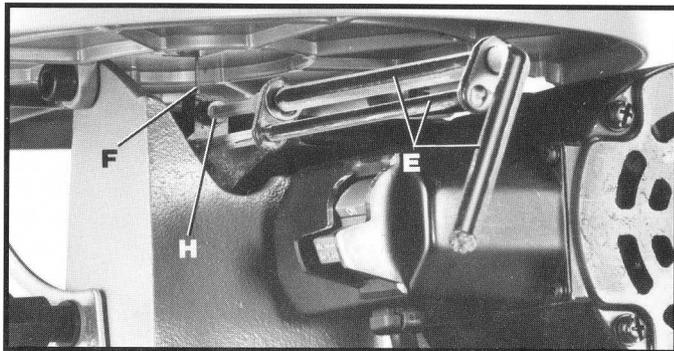

Fig. 14
7. Tournez la clé (E) fig. 14, vers la gauche pour desserrer la vis (H) et enlevez la lame (F) du porte-lame inférieur.